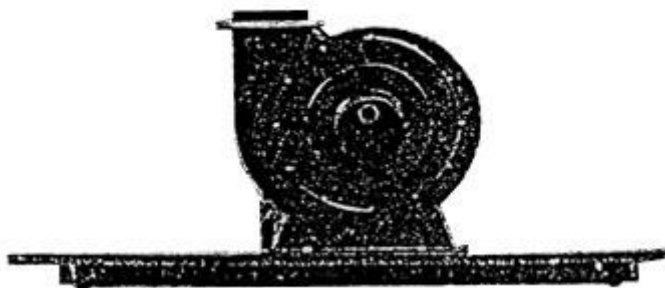

Рис. 6
- Установите корпус пылеулавливающего агрегата, двигатель пневматической установки в соответствующее положение, показанное на рис. 6 с помощью винтов и круглой прокладки, которые прилагаются в комплекте. Убедитесь, что они установлены на основании.